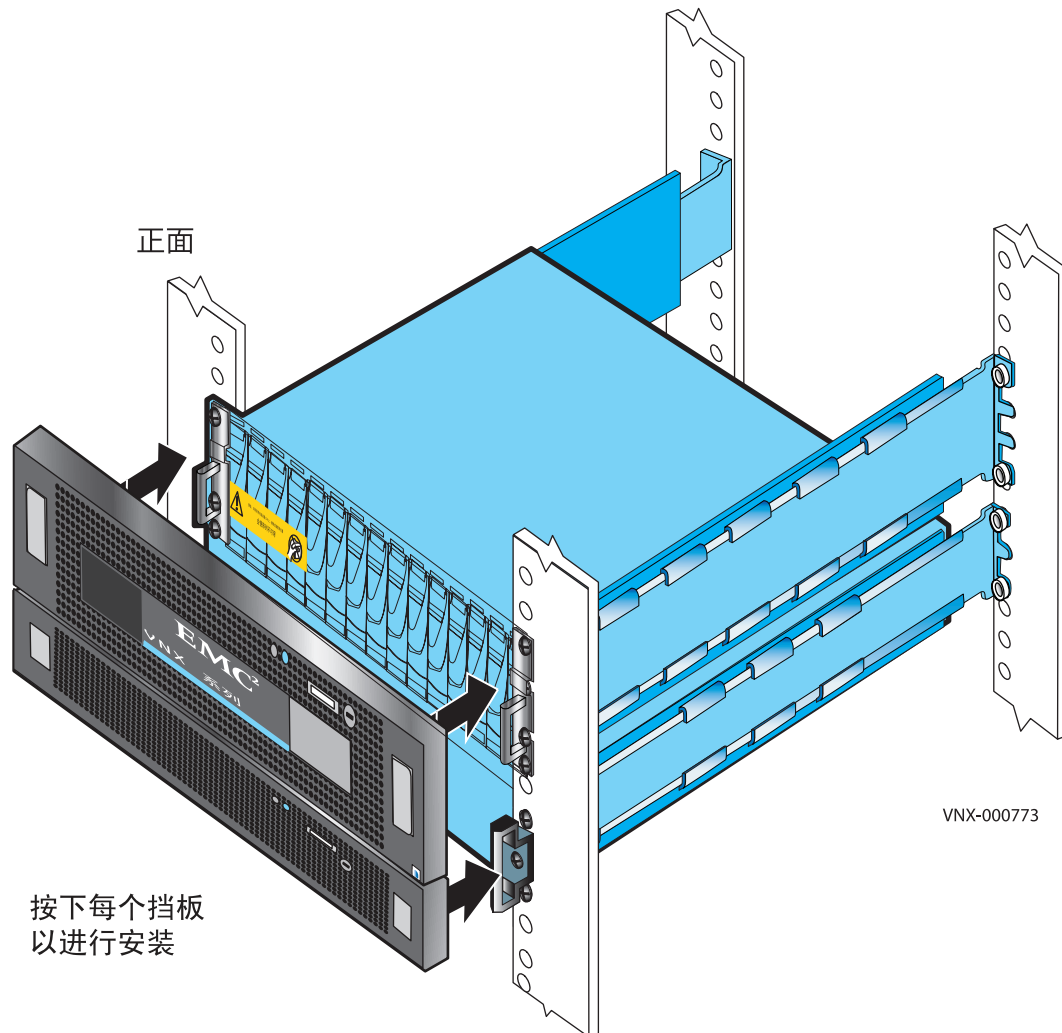

图 24 安装挡板
3. 将挡板按入支架，直至卡入到位，如第 39 页的图 24 所示。挡板具有内置锁，因此可以选择使用提供的钥匙将挡板锁定到位。